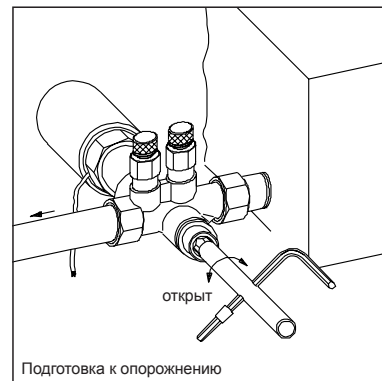

рис. 3:
- 3 Ослабить шток вентиля шестигранным ключом №10, поворачивая его влево (макс. на $1/4$ оборота) (рис. 3).
- 3 Снять инструмент для заполнения и опорожнения с арматуры и затянуть шток вентиля ключом №10 с макс. усилием 10 Нм (рис. 3).
- 4 Перекрыть шток вентиля, поворачивая его вправо шестигранным ключом №10 и затянуть с макс. усилием 10 Нм (рис. 3).